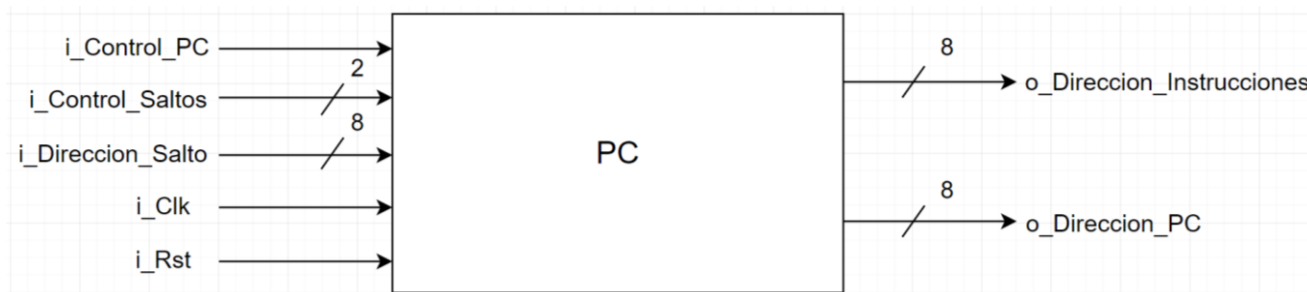

Figura 10 Bloque PC
**PC.** En la *Figura 10* se muestra el bloque control del microprocesador creado. Así como en las *Tabla 15* y *16* la descripción de las entradas y salidas.